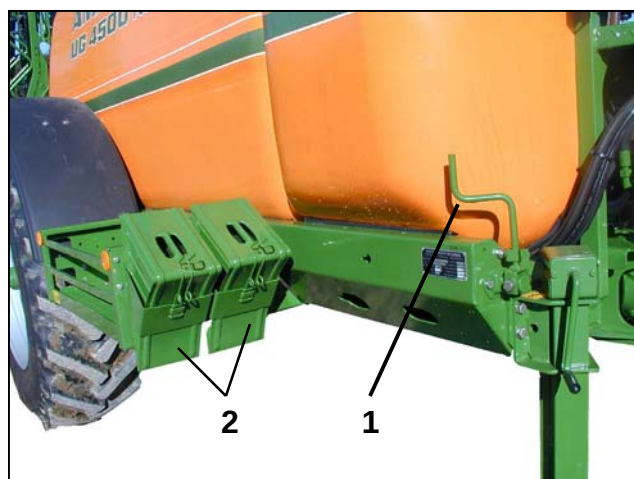

Fig. 5.8
- Kilerne fjernes, og fastgøres i holderen (fig. 5.8/2) på rammen.